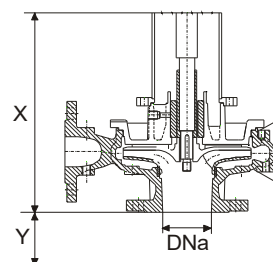

Fig. 2: Cuota para el calculo del nivel mínimo
3. Poner en marcha la bomba solamente después de sumergirla en el recipiente garantizando un nivel de líquido minimo de manera que se evite el funcionamiento en seco de los bujes (tab.1, fig.2).